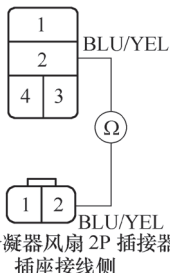

图 5-114 检查冷凝器风扇继电器 4P 插座的 2 号端子和冷凝器风扇 2P 插接器的 2 号端子之间的导通性
10) 如图 5-114 所示, 检查冷凝器风扇继电器 4P 插座的 2 号端子和冷凝器风扇 2P 插接器的 2 号端子之间的导通性。如果不导通, 维修冷凝器风扇继电器和冷凝器风扇之间的导线开路故障; 如果导通, 进行下一步检查。